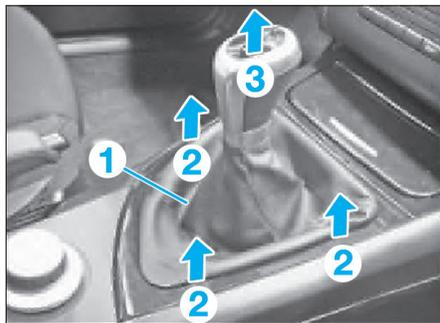

Fig. 15
- Comprimer légèrement le cadre du soufflet (1) et extraire le soufflet (flèches 2) de la console centrale (Fig.15).